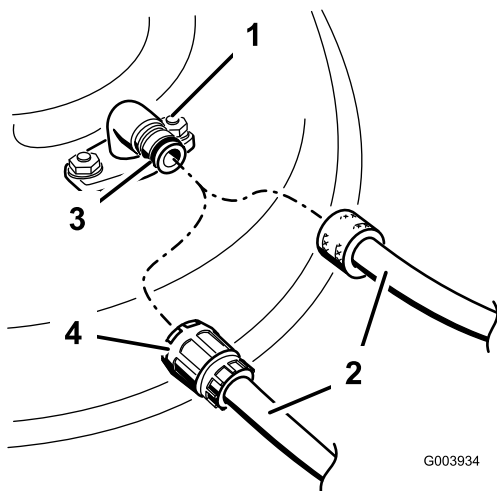

Figura 56
3. Conecte el acoplamiento de la manguera al extremo del conector de lavado del cortacésped, y abra el grifo al máximo (Figura 56).